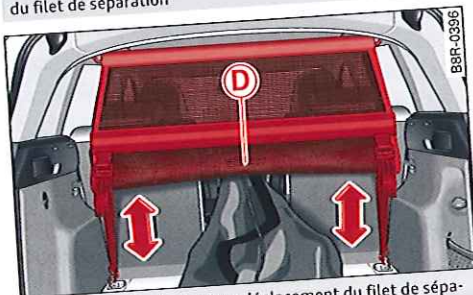

Fig. 82 Derrière le dossier : déplacement du filet de séparation
- Déplacez le filet de séparation dans la position souhaitée ⇒ fig. 82 (D).